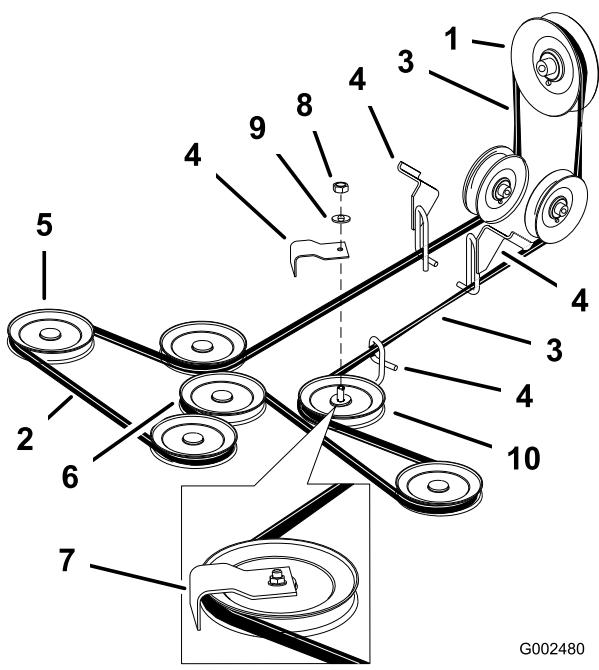

Figure 50
4. Desserrez l'écrou de fixation de la plaque du bras de tension et déplacez la plaque pour détendre la courroie sur la poulie de tension (Figure 50).
6. Dégagez la courroie de plateau de coupe des guides et déposez-la (Figure 50).
7. Installez la courroie neuve autour des poulies d'axe et de la poulie de tension du plateau de coupe, dans les guides de courroie, dans l'ensemble bras de tension arrière et l'embrayage (Figure 50).
Remarque: Vérifiez le vrillage de la courroie entre les poulies. Il doit être conforme aux spécifications de la Figure 50.
- Important:** Vérifiez le vrillage de la courroie entre les poulies. Il doit être conforme aux spécifications de la Figure 50.